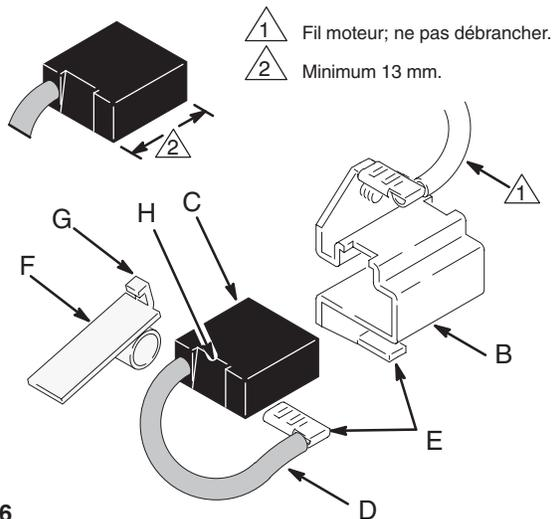

Fig. 6
3. Enfoncer le clip ressort (F) et défaire les crochets (G) du porte-balais (B). Sortir le clip ressort. Voir Fig. 6.
6. Placer un balais neuf (C) sur le porte-balais (B) la rampe (H) devant faire face au ressort. Voir Fig. 6.